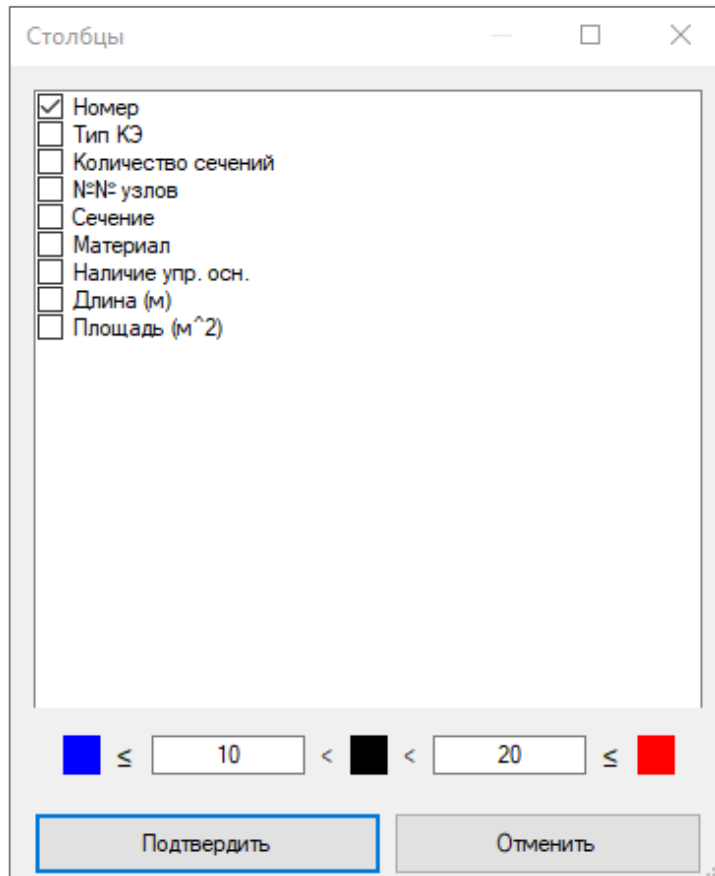

Рис. 3.88. Диалоговое окно **Столбцы**
8. **Фильтр.** Используя данную команду, можно отфильтровать таблицу по значениям в столбцах с помощью цветowych индикаторов (рис. 3.88).
Например, на рис. 3.88 флажком отмечен столбец, по которому будет происходить фильтрация значений. Ниже задается интервал значений для фильтрации. После нажатия кнопки **Подтвердить** произойдет следующее: значения в столбце **Номер**, которые меньше 10, будут обозначены синим цветом, значения, попавшие в интервал от 10 до 20 — черным, значения больше 20 будут обозначены красным цветом.